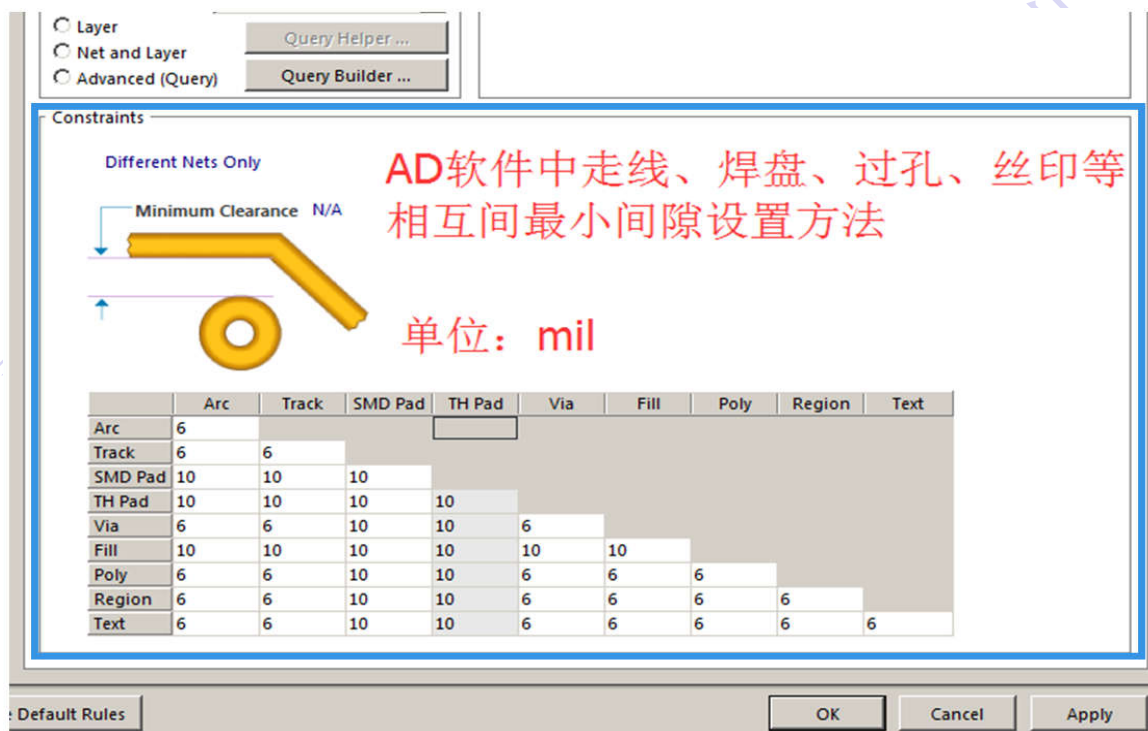

图 26 AD/DXP 中最小间隙设置方法
b). AD/DXP 中, 点击 “Design—Rules”, 选择 “Electrical” 下的 “Clearance”, 如图 26 所示。